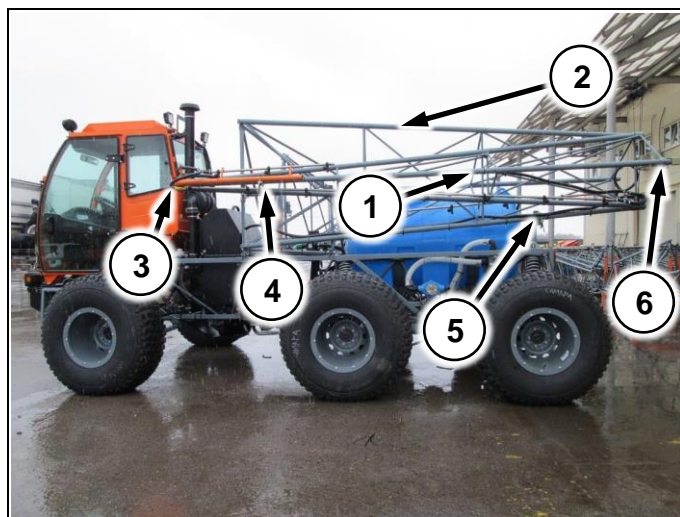

Рис. 67
Раскладывание штанг начинать с разворачивания концевой секции назад (Рис. 67/1).
Раскладывать корневую секцию (Рис. 67/2), с зафиксированной концевой, запрещается! Это может привести к повреждению машины!
1. Открыть флажок (Рис. 67/4) и отвести концевую секцию назад до фиксации в замке (Рис. 67/6)
2. Открыть флажок (Рис. 67/5) и открыть штанги